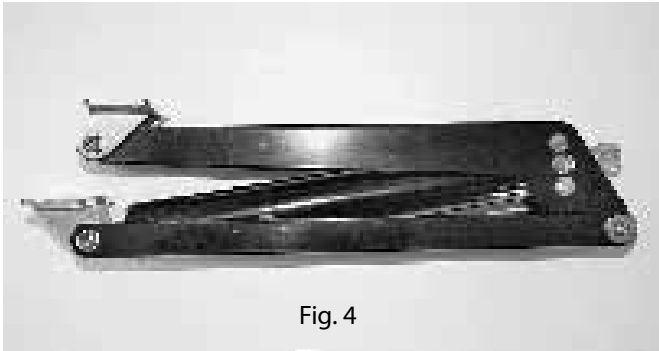

Fig. 4
- II in der Lüftungsöffnung: siehe Abb. 4+6